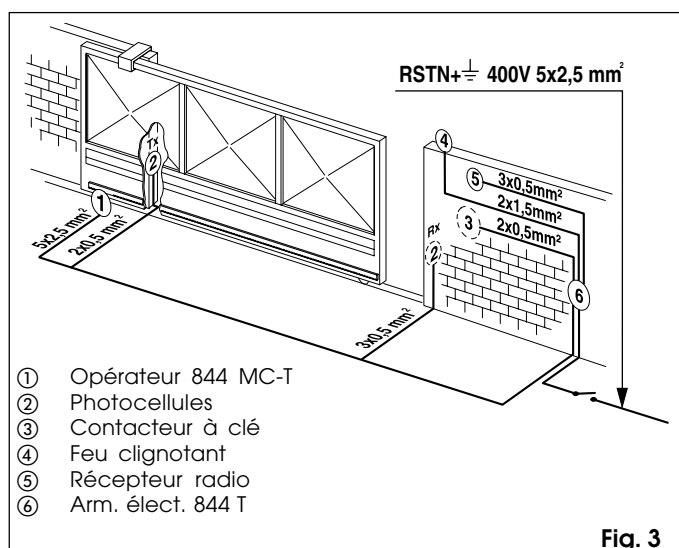

Fig. 3
- 4) Prédéposer les câbles électriques pour la connexion avec les accessoires et l'alimentation électrique conformément à la Fig.3.
En suivant les indications de la Fig.3 prédisposer les canalisations et effectuer les connexions électriques de la platine électronique 844 T avec les accessoires choisis.